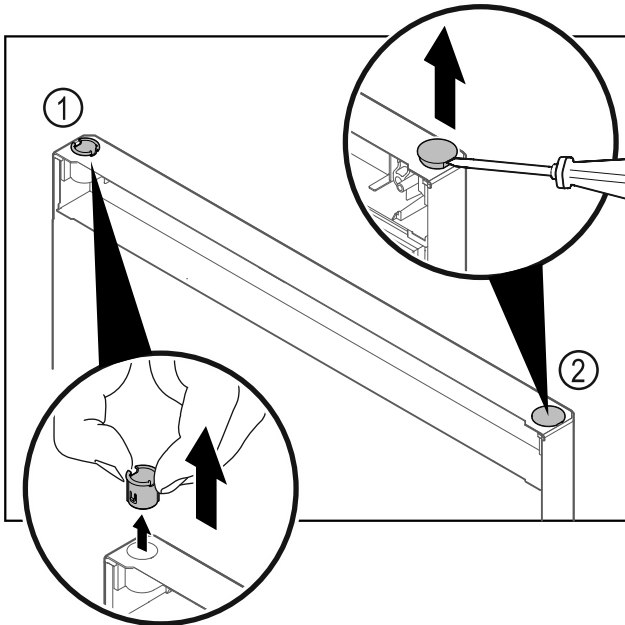

Fig. 30
- Nxirrni jashtë bokullën e menteshës Fig. 30 (1) me gishta.
- Ngrini lart me kujdes tapën mbuluese Fig. 30 (2) me një kaçavidë me kokë petë dhe nxirreni jashtë.